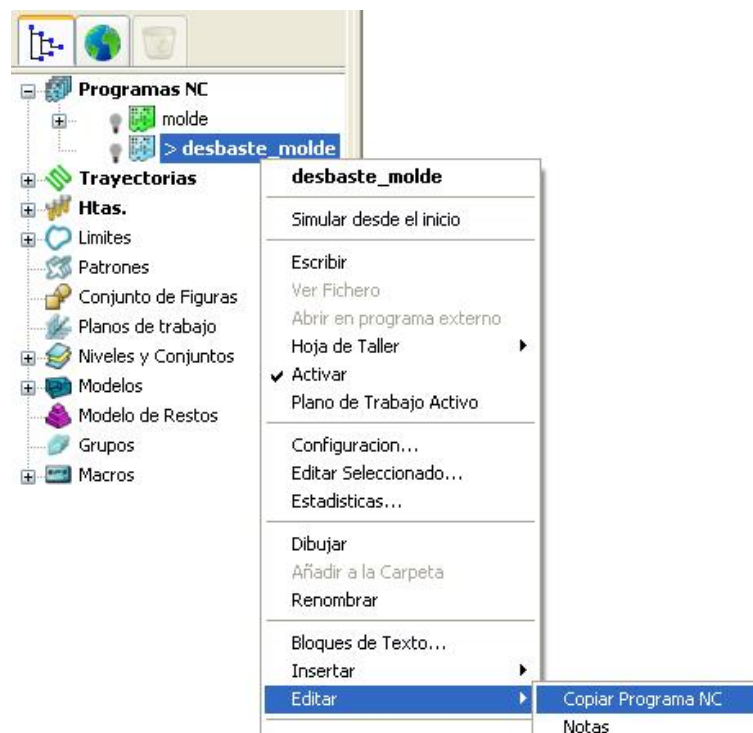

Figura 2.238 Copiar Programa NC.
- En el Explorador, expandir el nodo Programa NC, hacer clic con el botón derecho del ratón en el programa desbaste_molde, y seleccionar Editar - Copiar Programa NC desde el menú (Figura 2.238).